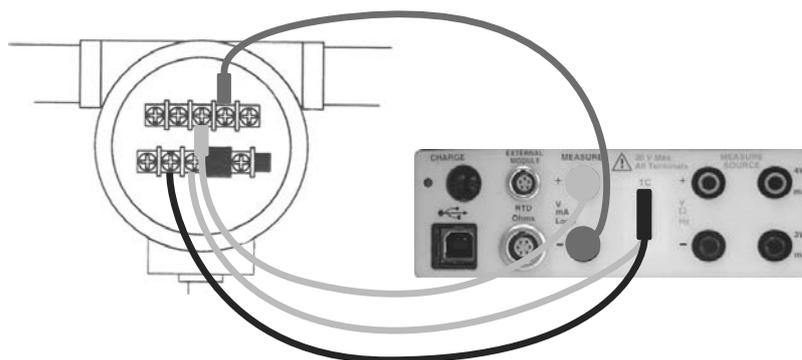

Abbildung 21: Kalibrieren eines Transmitters
- Schließen Sie den Kalibrator an den Transmitter an (siehe Abbildung 21).